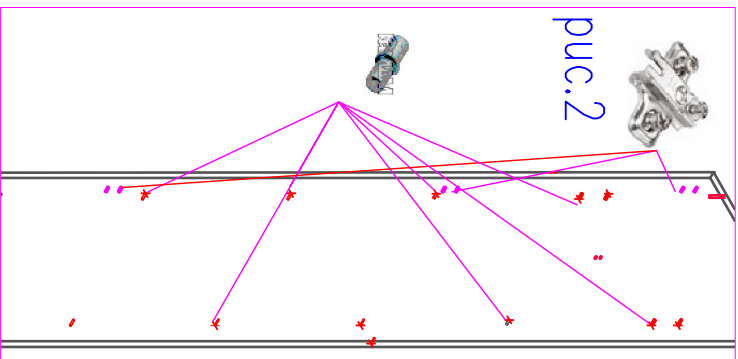

рис.2
2. На посадочные места дет.1,2 установить монтажные планки Ф.№6(рис.2)
7. В посадочные места дет.1,2 установить полкодержатели Ф №4(рис.2).